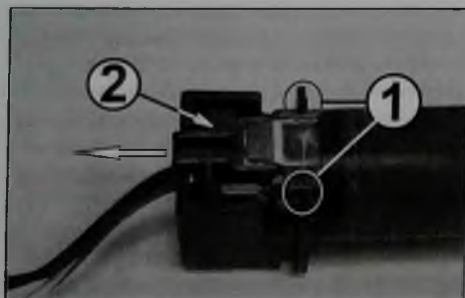

Рис. 16
2. Освобождают фиксаторы (1 на рис. 16) левой направляющей (2) термоплёнки, перемещают направляющую в левую сторону и снимают ее верхней половины узла.